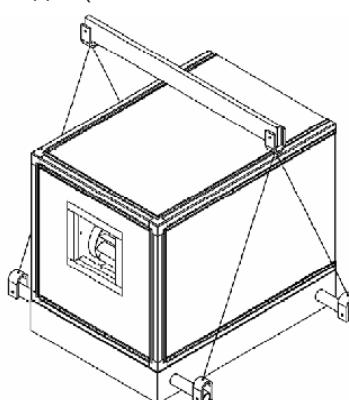

Рис. 1 - Приспособления, необходимые для разгрузки при помощи крана.
- 2) Должны использоваться только неметаллические грузоподъемные петли в сочетании с подъемной рамой/траверсой - для ровного распределения нагрузки и правильного расположения петель. Во избежание повреждений между петлей и рамой должны использоваться деревянные прокладки (см. рис.1).
4) В опорной раме, установленной под секцией, просверливается отверстие для крепления строп, которые должны быть зафиксированы, должны иметь соответствующий размер и пройти испытания для того, чтобы убедиться, что они выдержат вес транспортируемой секции (см. рис.1).